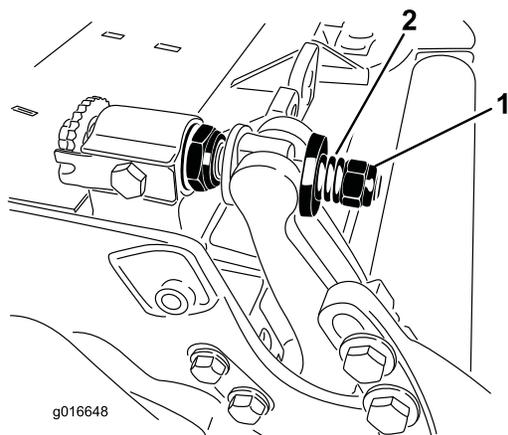

Bild 31
4. Ziehen Sie die Federspannungsmutter an, bis die Feder zusammengedrückt ist, drehen Sie sie dann eine 1/2 Umdrehung heraus (Bild 31).
10. Ziehen Sie die Mutter an jedem Untermesserträgerereinsteller an, bis die Druckfeder ganz zusammengedrückt ist, lösen Sie die Mutter dann um eine halbe Umdrehung (Bild 31).